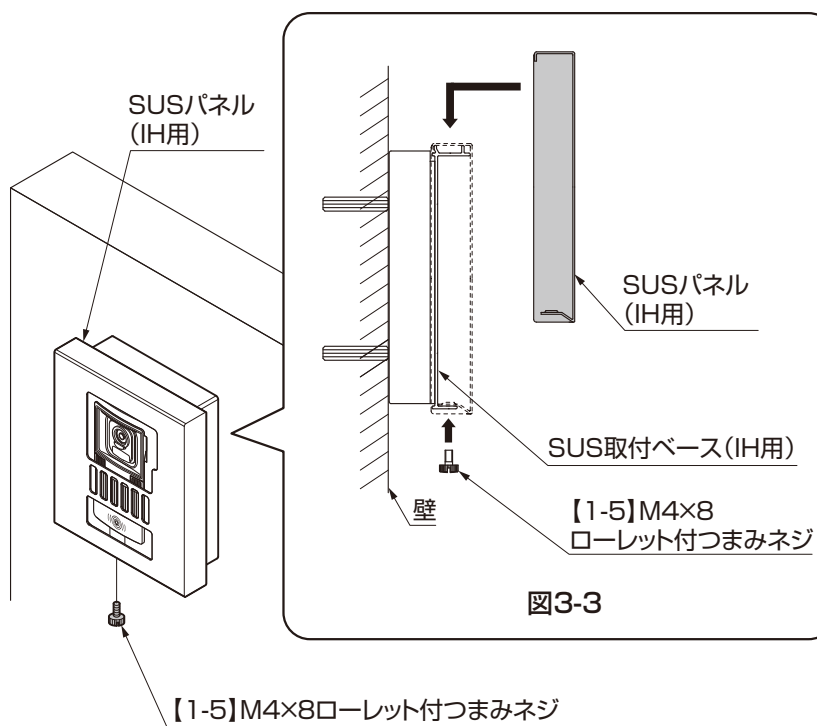

図3-3
①SUS取付ベース (IH用) にSUSパネル (IH用) を【1-5】で固定してください。(図3-3参照)